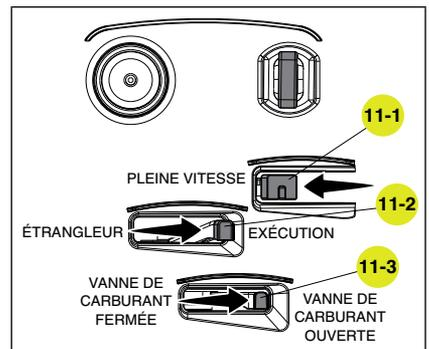

Figure 11
3. Démarrer un moteur chaud : (Fig. 11).